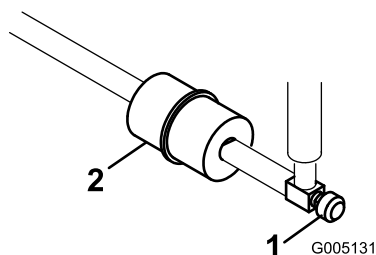

図 33
インラインタイプの燃料フィルタが、燃料タンクとキャブレタの間に設置してあります 図 33。
1. 燃料バルブを閉じる 図 33。
2. フィルタの下に回収容器を置き、フィルタのキャブレタ側のホースクランプをゆるめて燃料ラインからフィルタを外す(図 33)。
3. もう一方のホースクランプをゆるめてフィルタを取り出す 図 33。